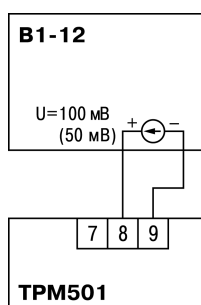

Рисунок 8.4 – Схема подключения
1. Подключить ко входу (клеммы 7 – 9, см. рисунок 8.4) прибора вместо датчика дифференциальный вольтметр В1-12, включенный в режиме калибратора напряжения.